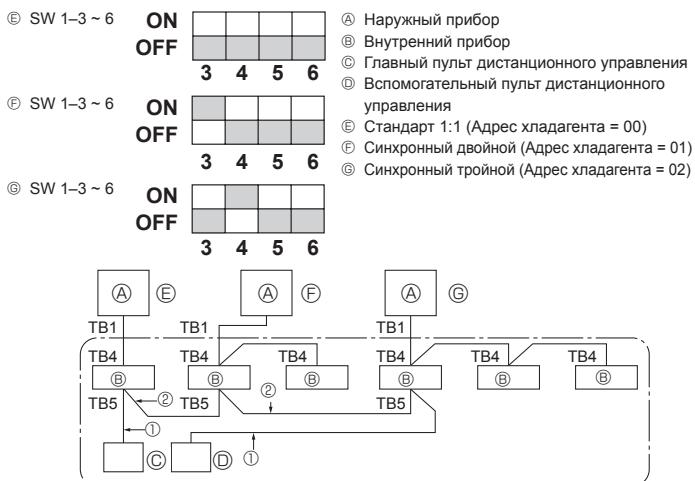

Fig. 9-1
- ① Включите питание (с помощью автоматического выключателя).
- ② После закрытия запорного клапана жидкости необходимо перевести выключатель SWP на щитке управления наружного прибора в положение ON (ВКЛ). Запускается компрессор (наружный прибор) и вентиляторы (внутренний и наружный приборы), и начнется сбор охлаждающей жидкости. Светодиоды LED1 и LED2 на пульте управления наружного прибора загорятся.
9. Система управления (Fig. 9-1)